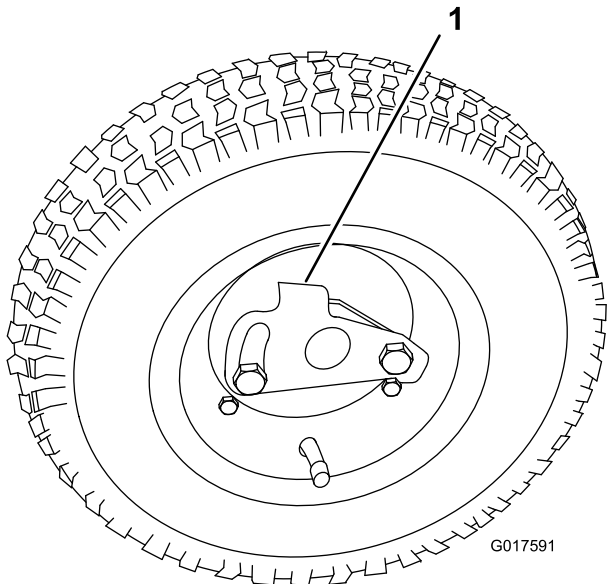

Bild 10
- Drehen Sie den Radbefestigungsclip von der Mitte des Rads weg, damit er weiter auf die Achse gleiten kann (Bild 10).